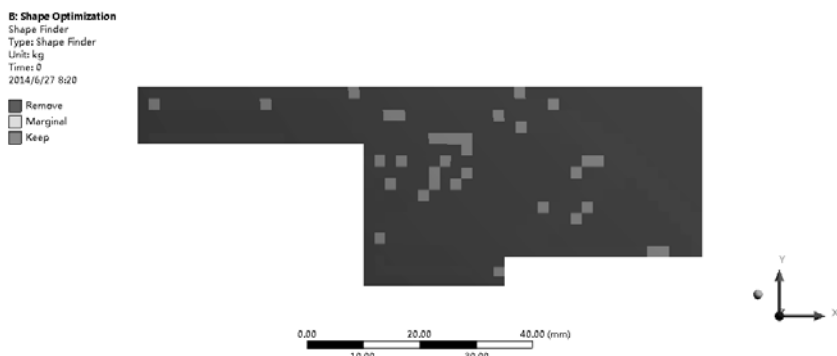

图 12-17 拓扑优化结果
2) 优化结果。在【Outline (分析树)】中选择【Solution (B6)】节点, 单击其下的【Shape Finder】项  Shape Finder, 在图形窗口显示优化结果, 灰色为保留区域, 褐色为去除区域, 如图 12-17 所示。读者可根据保留区域形状再次更改模型形状, 此处不再叙述。